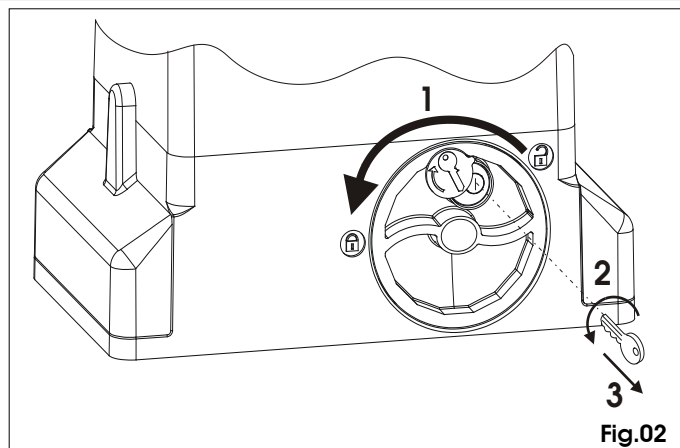

Fig.02
- 1) Draai het ontgrendelsysteem tegen de klok in tot de aanslag, Fig.02 ref.1.